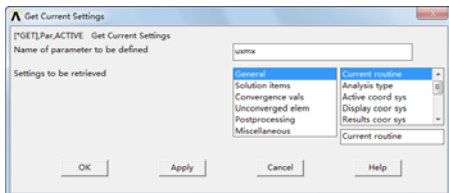

图 11-53 “Get Current Settings”对话框
⑫单击“OK”按钮，会弹出“Get Current Settings”对话框，如图 11-53 所示，在“Name of parameter to be defined”输入框输入 uxm，单击“OK”按钮关闭该对话框。